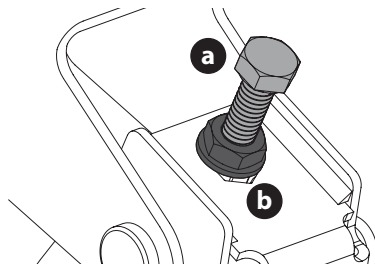

Figure 38
3. Localisez les boulons de réglage (a) à gauche et à droite du plateau (Figure 38).
4. Desserrez, mais ne retirez pas, les contre-écrous (b) du boulon de réglage. Ajustez le boulon de réglage droit ou gauche vers le haut ou le bas, le cas échéant, jusqu'à ce que les hauteurs de chaque côté soient égales (Figure 38).
5. Lorsque le réglage sera correct, resserrez les contre-écrous (b). Serrez à 23 N·m (200 po·lb) (Figure 38).